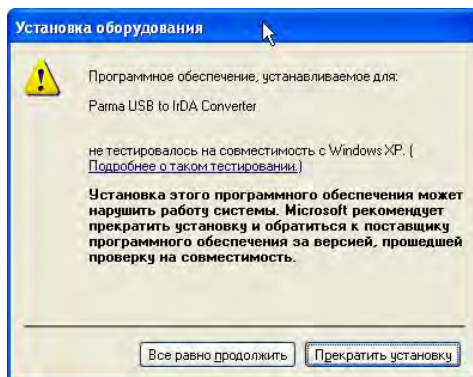

Рисунок 9
6.3.9 Если в процессе установки появляется сообщение, что данное программное обеспечение для Parma USB to IrDA Converter не тестировалось на совместимость с Windows XP, следует нажать кнопку «Все равно продолжить», рисунок 9.